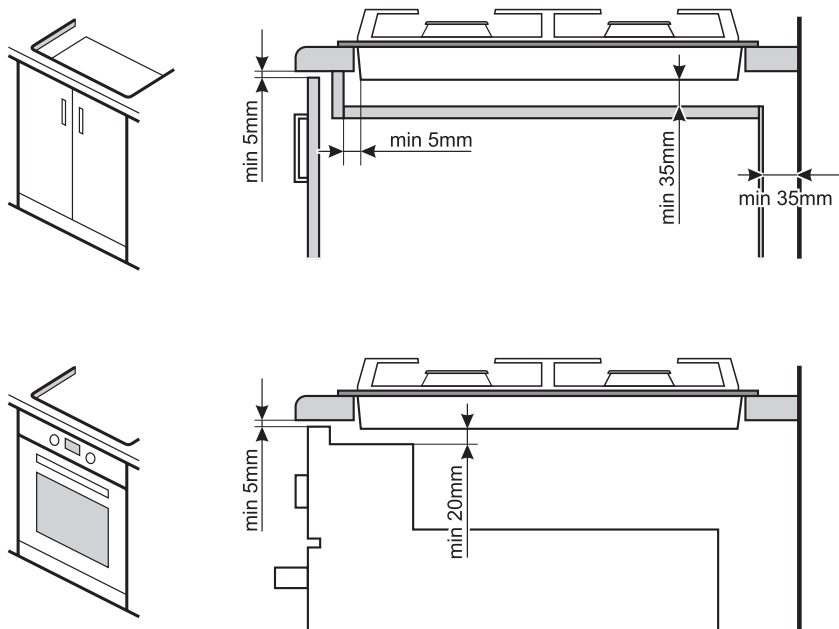

Рис. 7
6. Если после установки панели в рабочее положение её нижняя часть (защитный кожух) является доступной, её необходимо закрыть доской, ДСП, ДВП и т.д. При установке панели необходимо обеспечить минимальные воздушные зазоры согласно рис. 7.